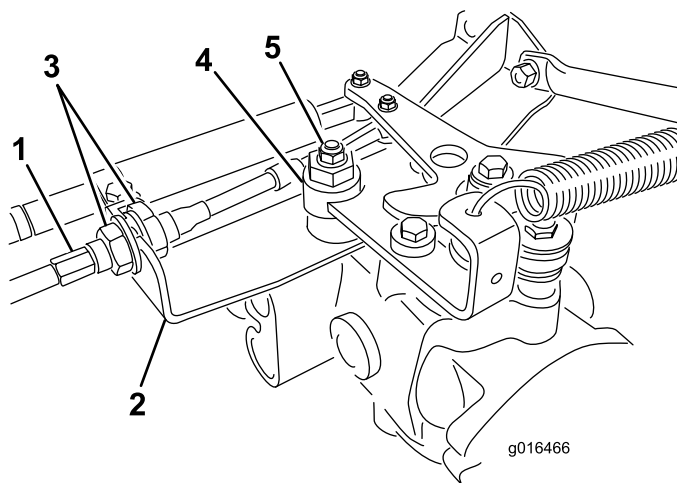

Figure 47
- A. Desserrez les deux écrous de blocage qui fixent le câble de commande de déplacement à la tôle de traversée sur l'hydrostat (Figure 47). Desserrez les écrous de blocage uniformément et suffisamment pour permettre le réglage.
Remarque: Desserrez l'écrou de fixation de l'excentrique en haut de l'hydrostat (Figure 47).
- E. Lorsque la roue arrête de tourner, serrez l'écrou pour bloquer l'excentrique et le réglage (Figure 47).
- G. De chaque côté de la tôle de traversée, serrez les contre-écrous uniformément pour fixer le câble de commande de déplacement à la tôle (Figure 47). Ne tordez pas le câble.